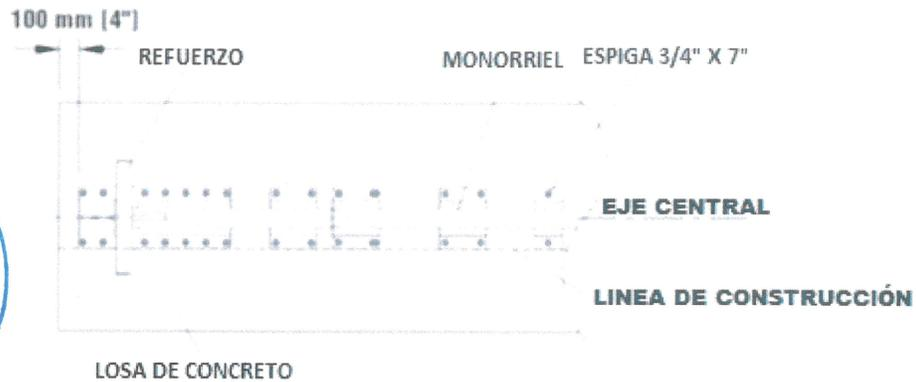

Figura 20
B) Instalación del monorriel para refuerzo de riostra de tensión (Figura 20)